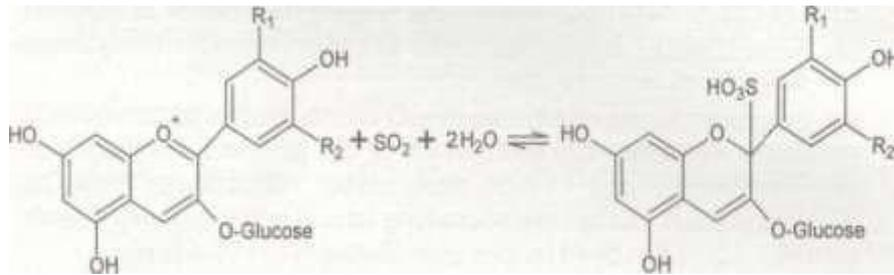

Abb. 3: Reaktion eines roten Farbstoffs bei der „Schwefelung“2
2.2 Das bei der Schwefelung zugesetzte Schwefeldioxid reagiert auch mit Farbstoffen des Weines. Abbildung 3 zeigt eine solche Reaktion mit einem roten Farbstoff im Wein.